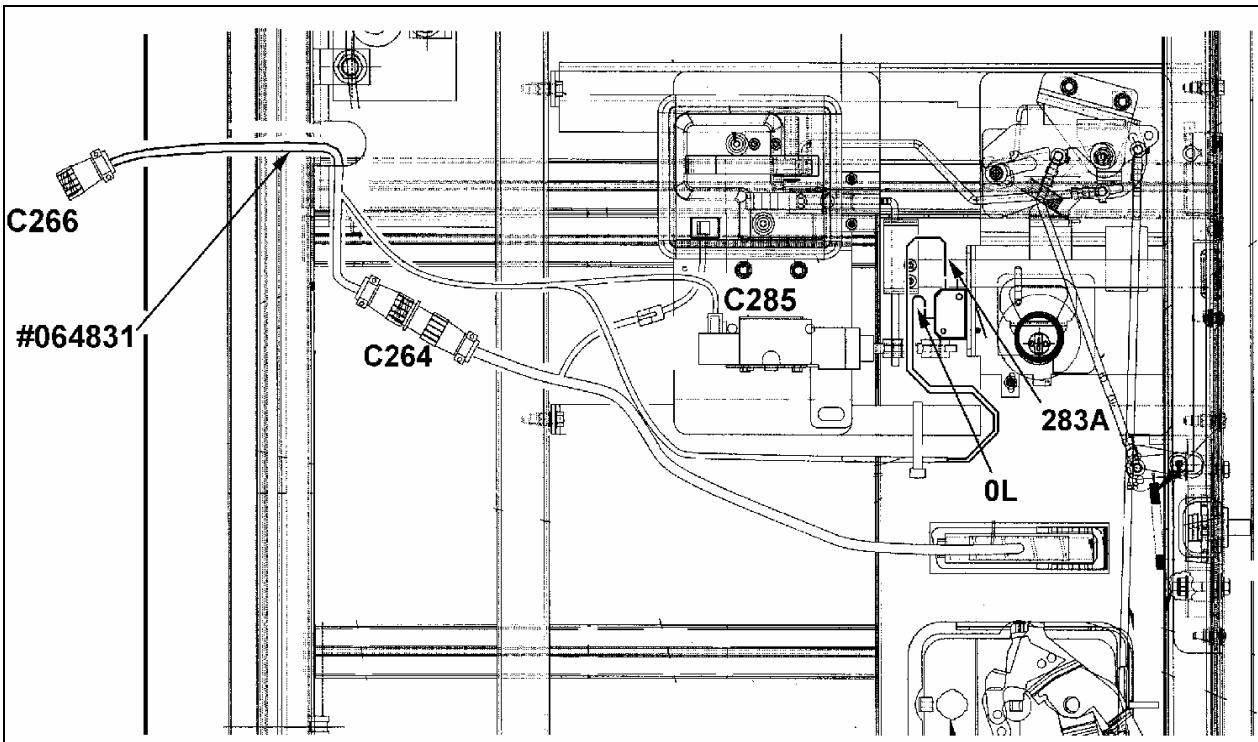

FIGURE 3 : CABLAGE #064831 ET COMPOSANTES INTERNES DE LA PORTE
2. Débrancher les connecteurs C264, C266, C285, les fils 0L et 283A puis retirer le câblage interne existant de la porte (figure 3).
4. Brancher le connecteur C264. Brancher le connecteur C285 à l'actionneur du système (voir figure 3).